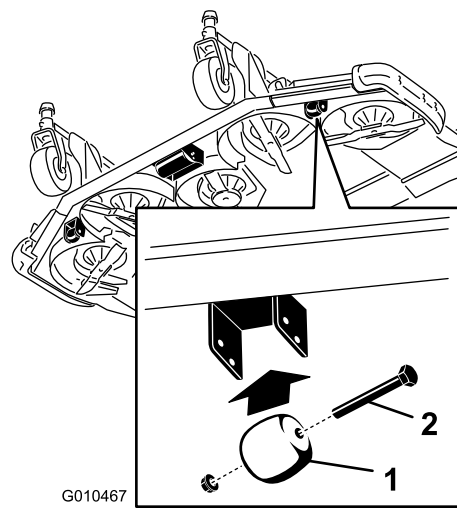

Figura 29
1. Retire el tornillo y la tuerca que fijan el eje del rodillo al soporte de la carcasa (Figura 29).
1. Retire el perno y la tuerca que sujetan la rueda niveladora a los soportes de la carcasa del cortacésped (Figura 29).